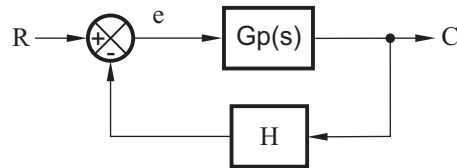

Figura 1: Sistema de control a lazo cerrado.
- N°1** a) Analice la estabilidad del sistema de la figura 1 a lazo cerrado, mediante los conceptos de margen de ganancia y margen de fase. Datos: